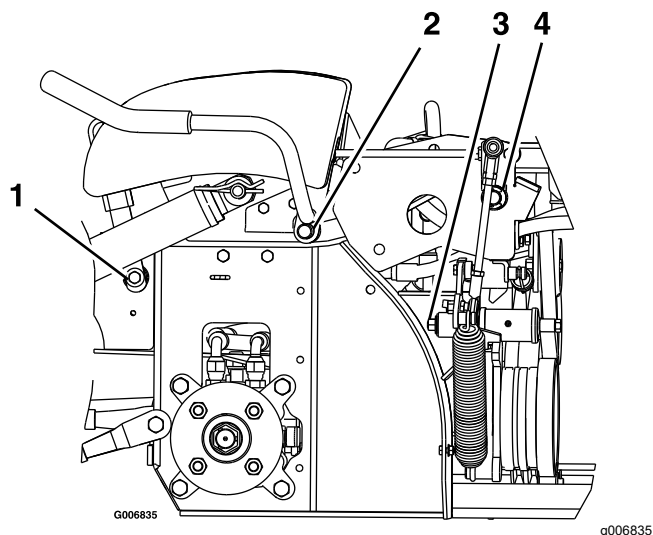

Figura 33
3. Lubrifiați bucele de bronz ale pivotului manetei de frână folosind un lubrifiant cu pulverizare sau ulei uor (Figura 33).